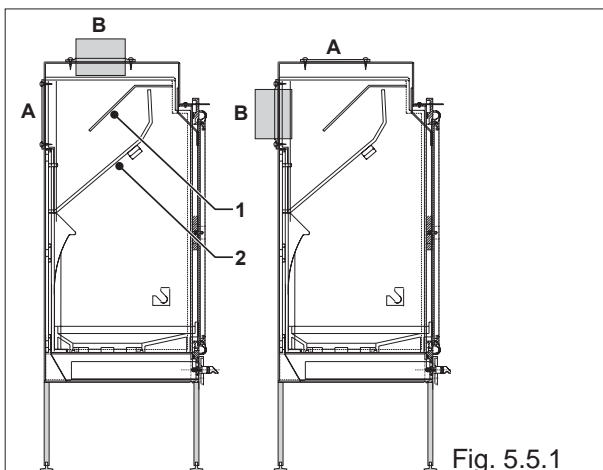

Fig. 5.5.1
**5.5 CONVERSION SORTIE FUMÉES SUPERIEURE / ARRIERE (FIG.5.5.1)**
## ES 5.5 CONVERSIÓN SALIDA HUMOS SUPERIOR/ POSTERIOR (FIG. 5.5.1).